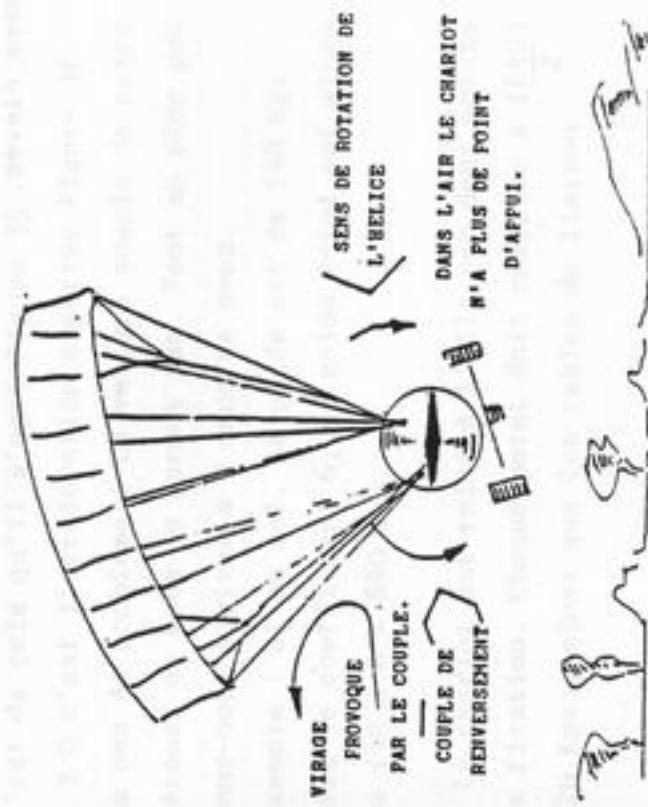

FIG 34
- Sur le paramoteur, un couple de renversement apparaît avec la rotation de l'hélice. Figure 33. En l'air, le chariot a tendance à tourner du côté opposé à celui de l'hélice, avec pour effet principal de provoquer un virage continu. Figure 34.